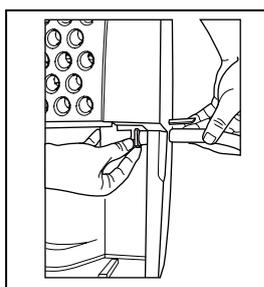

fig. 3
- Vissez le tuyau de jardin sur la partie fileté du plateau sous l'ouverture du seau. (fig.3)